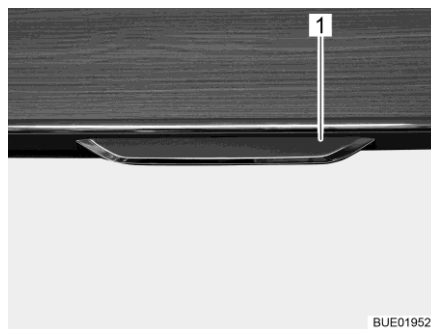
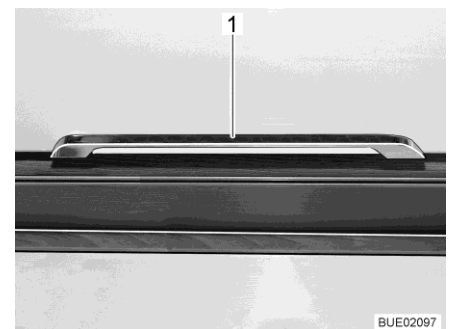

Bild 66 Skåplucka med låshandtag
Bild 67 Låshandtag (Ixeo T)
- Dra låshandtaget (Bild 66,1 och Bild 67,1) uppåt eller nedåt utifrån.